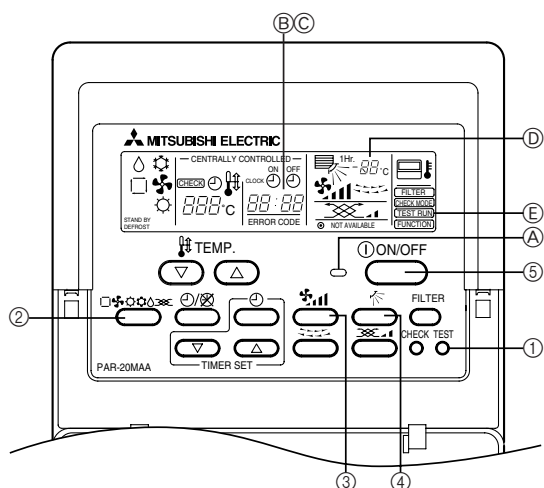

Fig. 6-1
6. Test run (Fig. 6-1)
6. Testlauf (Fig. 6-1) 17